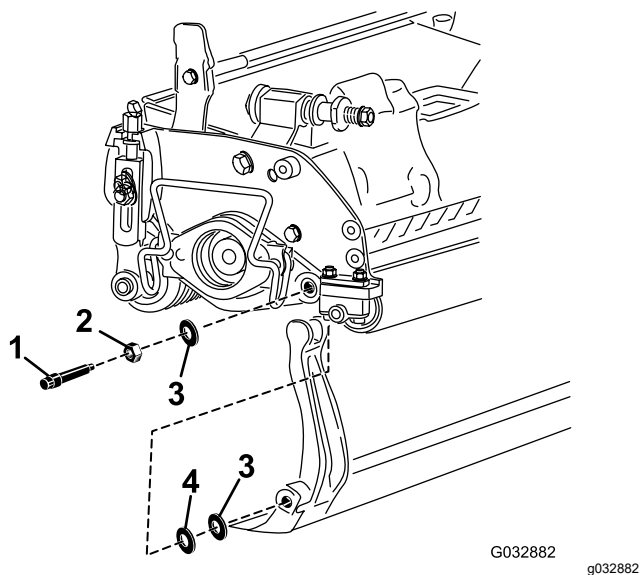

図 15
ベッドバーの両端にそれぞれナイロンワッシャ2枚とスチールワッシャが1枚ずつあるので注意する 図 15。
3. サイドプレートのボスの両側にナイロンワッシャーを入れる。その外側からスチール製ワッシャーを取り付ける 図 15。